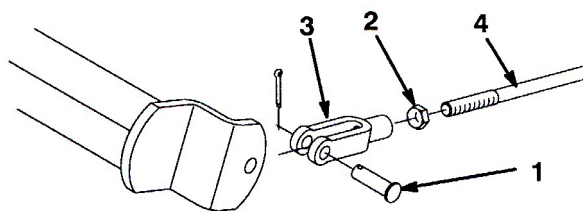

図 51
2. ジャムナットをゆるめ、クレビスを調整する(図51)。
3. クレビスをブレーキ・シャフトに取り付ける(図51)。